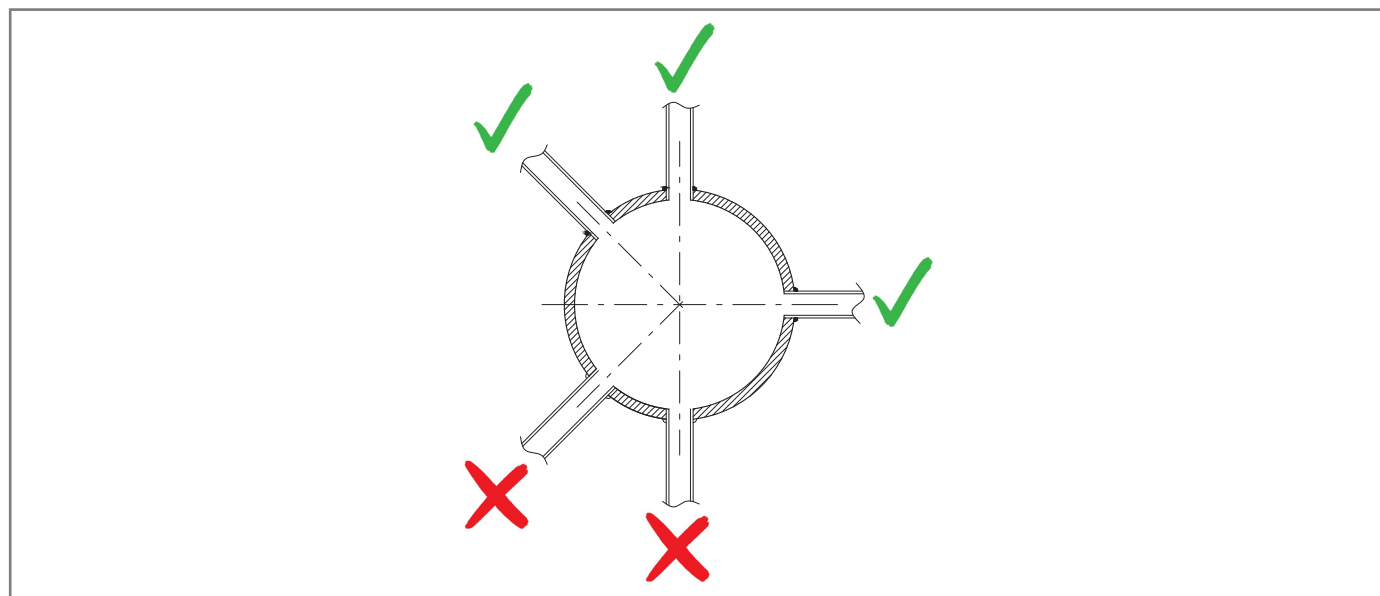

Fig. 6.18.
- gli attacchi della connessione pneumatica siano sempre saldati sulla parte superiore o sull'asse orizzontale della tubazione stessa (fare riferimento alla fig. 6.18);